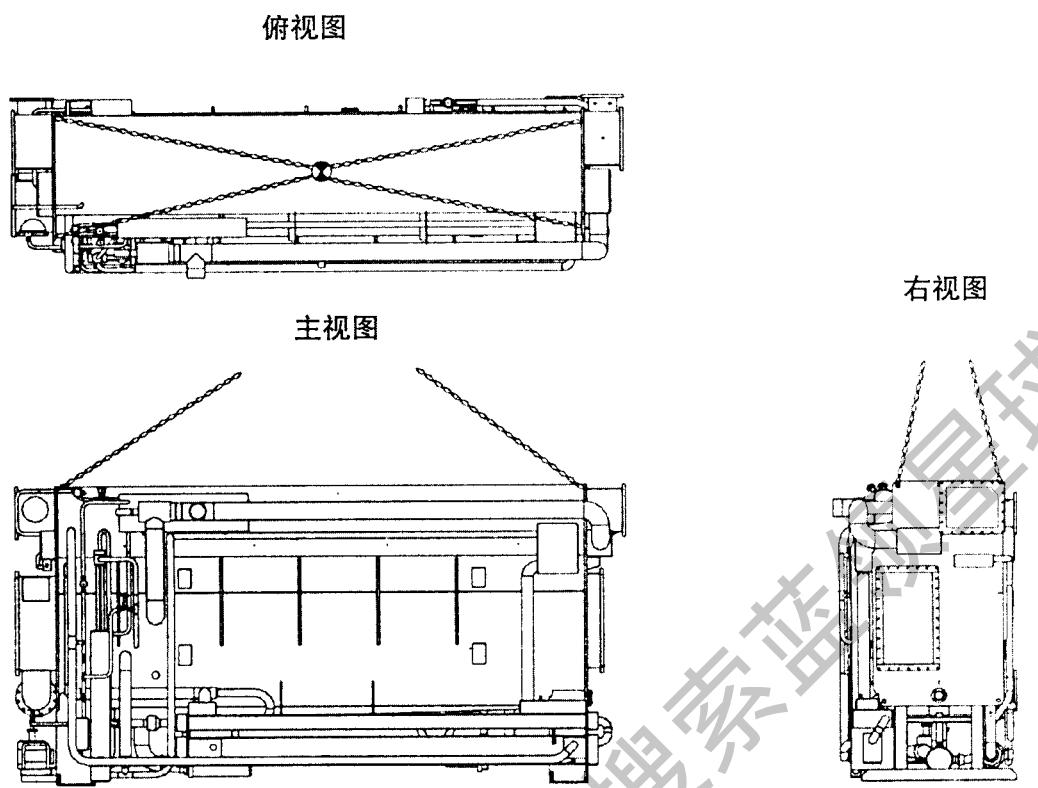
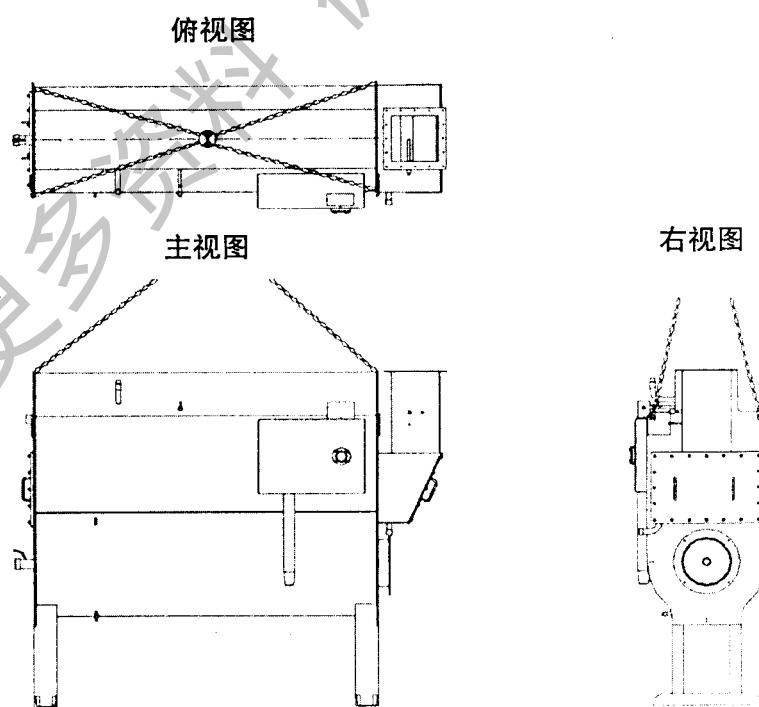

图 1-4 二件装机组起吊图（蒸发—吸收器、低发—冷凝器）
图 1-5 二件装机组起吊图（高温发生器）
- ①用绳索、吊钩和卸扣连接在四个起吊孔上(图 1-4, 图 1-5)
- ②先使蒸发—吸收器组件就位并调整水平。见就位并调整水平章节
- ③将高温发生器就位至蒸发—吸收器旁边
- ④对准需要连接的管路，确认高温发生器、蒸发吸收器两者的系列号一致